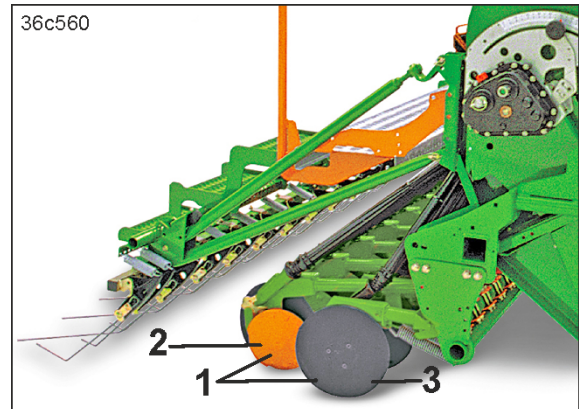

Bild 75
Control-billen RoTeC (Bild 75/1) används för sådd av utsäde på plöjd eller ytbearbetad mark, även med stora halmmängder och växtrester.
Genom stöd av plogbilen på djupföringstallriken/djupföringsrullen (Bild 75/2) och det höga plogbillstrycket löper plogbilen mycket lugnt och håller sådjupet exakt.
- för rengöring av stålplattans baksida (Bild 75/3).